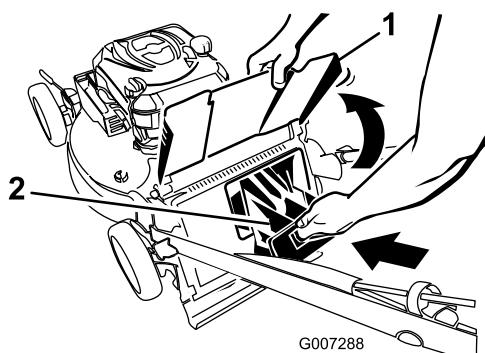
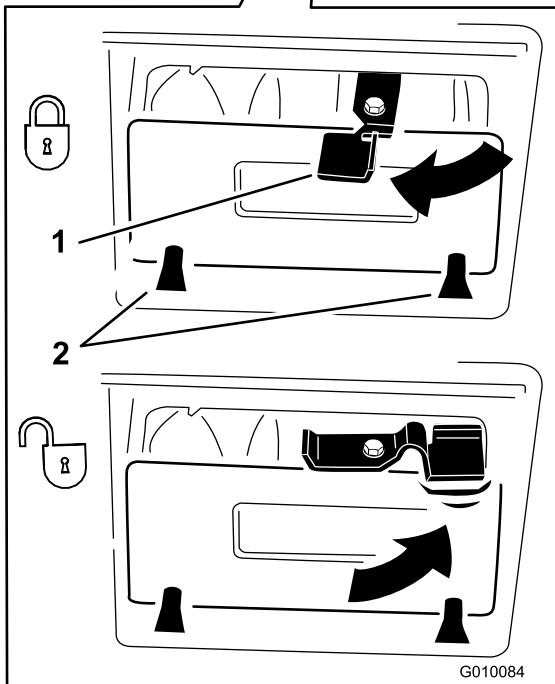

Figura 17
Figura 18
**Importante:** Verificate che il coperchio di scarico posteriore sia montato. Per bloccare il coperchio: Alzate il deflettore di scarico (Figura 17), premete con forza il coperchio finché non scatta in posizione dietro le linguette, e ruotate la leva sul coperchio a sinistra (Figura 18).
**Nota:** Per sbloccare il coperchio, ruotate la leva sul coperchio verso destra (Figura 18).